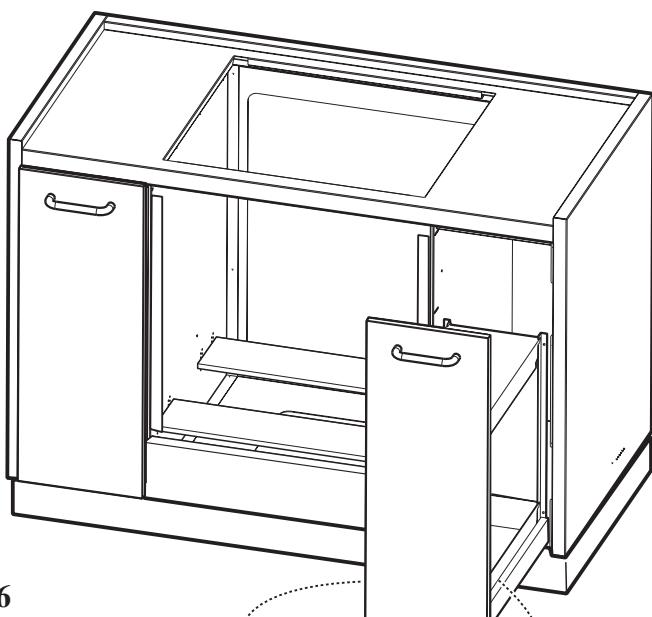

Fig. 6
9. Vuelva a colocar los cajones (sujételos con los dispositivos de sujeción **C** en el caso del modelo de 1200 mm o enganche los cajones a los tornillos **V** situados en los raíles **Z**. **fig1**). **Fig 6**.
10. Regúle el cierre de los cajones por medio de los tornillos que permiten regularlo **M** **Fig 6**.